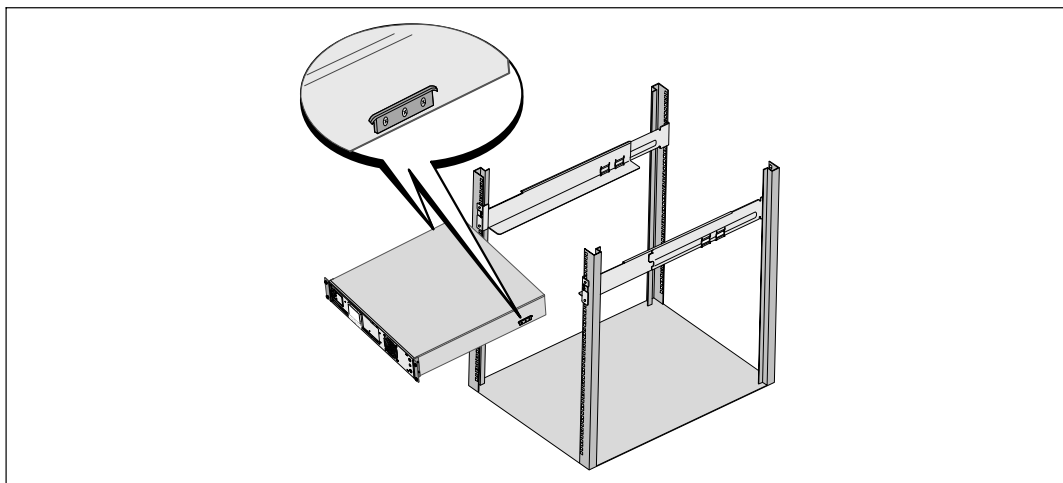

Figure 15. Installation du Module
- Faites glisser le module dans la baie (voir Figure 15). Répétez la procédure pour des modules supplémentaires.